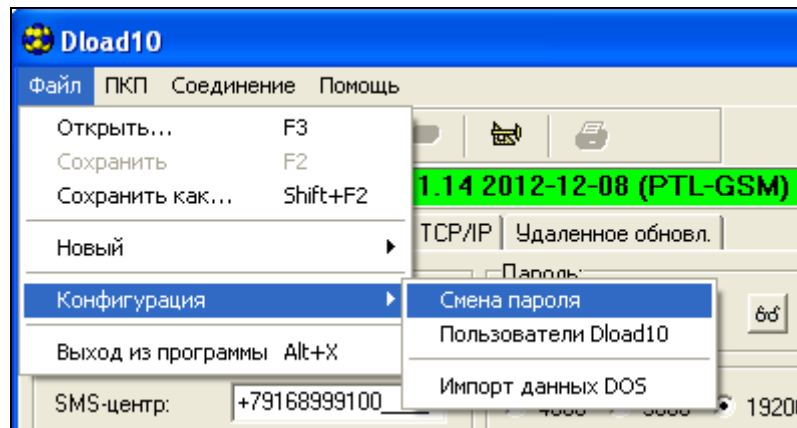

Рис. 11. Функции, касающиеся доступа к программе DLOAD10.
1. В меню «Файл» выберите «Конфигурация», затем «Смена пароля» (см.: рис. 11).
Программа позволяет получить доступ с помощью ввода дополнительных паролей, которые можно программировать, и для которых можно определить полномочия (в меню «Файл» выберите «Конфигурация», затем «Пользователи программы» – см.: рис. 11).